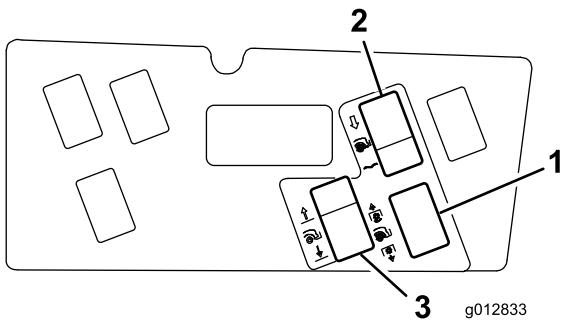

Figura 29
10. Pulite la superficie della plancia e applicate l'adesivo attorno ai fori esposti (Figura 29).
11. Inserite gli interruttori nei fori di montaggio corretti (Figura 29).